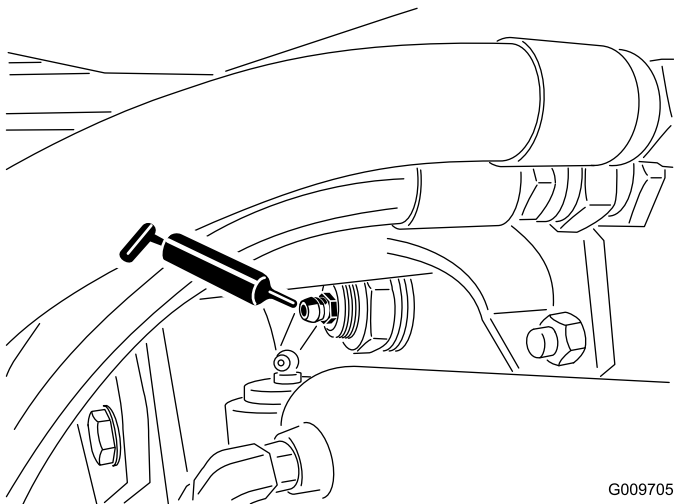

Figura 51
- Casquillos de pivote de eje trasero (2) tal y como se muestra en la Figura 51